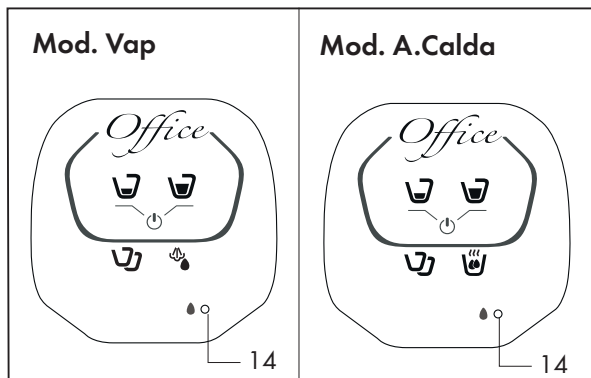

Fig. 4
Cuando en el panel de control se ilumina el testigo (14) **(Mod.VAP y A.Calda)** significa que falta agua en el depósito **(Fig.4)**; proceda a llenar el depósito (8) como se describe anteriormente.